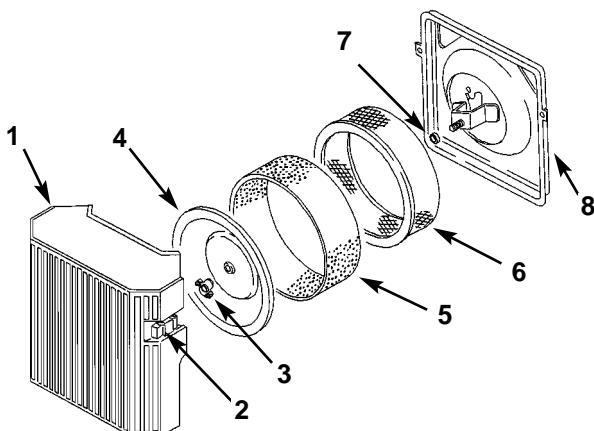

Bild 17
fernen (Bild 17).
4. Den Schaumeinsatz vorsichtig vom Papiereinsatz abschieben (Bild 17).
5. Die Gummimutter abschrauben und den Papiereinsatz entfernen (Bild 17).
1. Den Schaumeinsatz vorsichtig über den Papierluftfiltereinsatz stülpen (Bild 17).
2. Die Luftfilterbaugruppe auf die lange Stange aufziehen. Jetzt die Gummimutter handfest an den Luftfilter anschrauben (Bild 17).
3. Die Luftfilterabdeckung und -schraube montieren (Bild 17). Die Schraube festziehen.